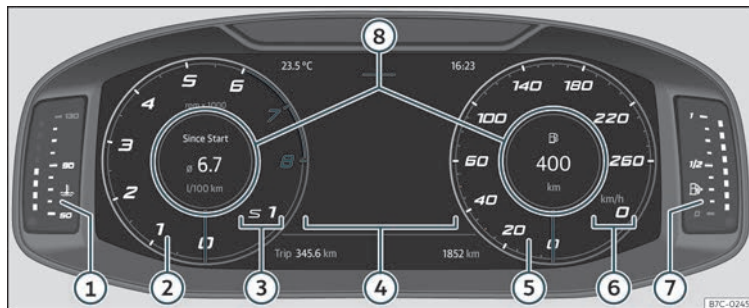

Fig. 56 Digital Cockpit al tauler d'instruments (vista clàssica).
A la Vista Clàssica i a Semicircular watches es té la possibilitat de personalitzar la informació que apareix a **Perfils d'informació** »» fig. 56 ⑧.
Les agulles de revolucions per minut i velocímetre apareixen amb tota la longitud >>> **fig. 56.**